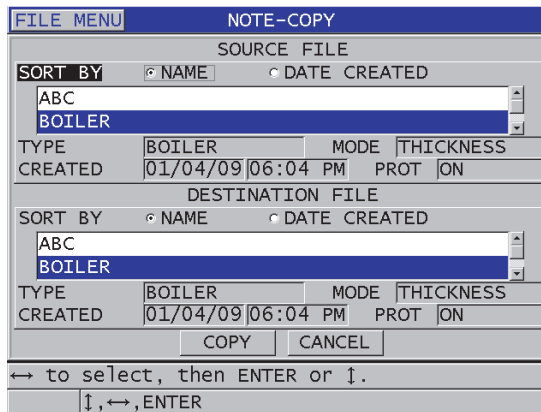

Figura 11-25 Copia de una tabla de notas de un archivo a otro
3. En la pantalla **NOTA-COPIA (NOTE-COPY)** [ver la Figura 11-25 en la página 230]: